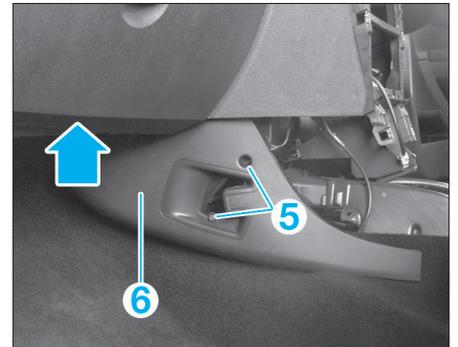

FIG. 12
- Déposer le garnissage inférieur (flèche) sous la planche de bord (Fig.12).
- Ecarter la console de plancher pour accéder aux vis (5) puis les déposer.